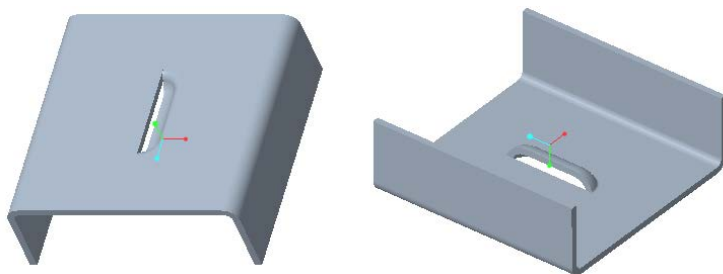

图 2-24 创建凸模成型特征
(7) 在“凸模”选项卡中单击 （完成）按钮，完成该凸模成型特征后的钣金件效果如图 2-24 所示。